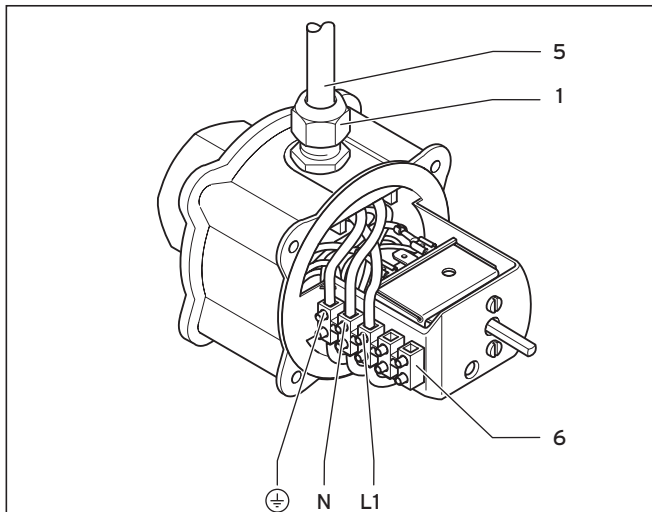
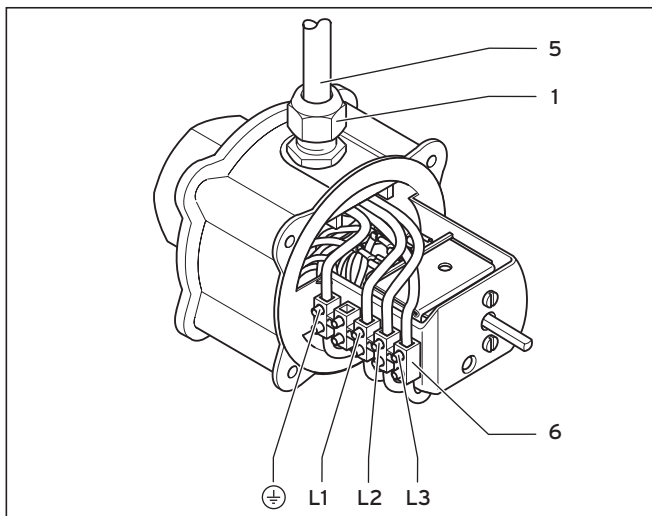

Fig. 6.2 Installazione elettrica del riscaldatore a 230 V
Fig. 6.3 Installazione elettrica del riscaldatore a 400 V
- Staccare la manopola di regolazione (3).
- Svitare le 4 viti a testa esagonale (4).
- Estrarre il coperchio della scatola (2).
- Fissare il cavo (5) con il raccordo PG (1). Mettere a nudo il cavo per la lunghezza corrispondente. Inserire il cavo attraverso il raccordo PG come indicato alla fig. 6.2 e 6.3 (1). Serrare il raccordo PG.
- Serrare il cavo a seconda della versione come da fig. 6.2 (230 V) oppure fig. 6.3 (400 V) alla morsetteria (6).
- Riapplicare il coperchio (2) e fissarlo con le 4 viti a testa esagonale (4).
- Reinscrivere la manopola di regolazione (3).